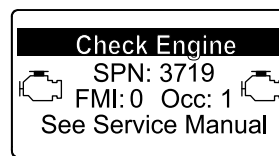

Рисунок 44
- Предупреждение о двигателе SPN 3719, FMI: 0 (Рисунок 44)